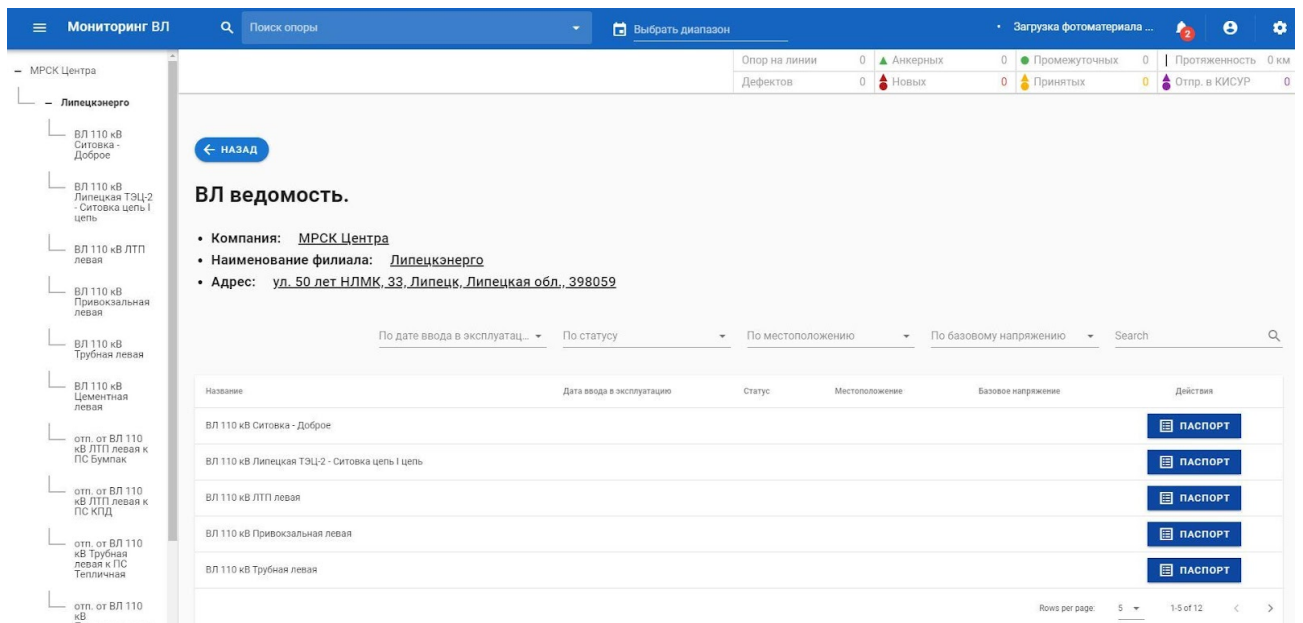

Рисунок 3 Ведомость ВЛ филиала
- Необходимо нажать на кнопку «ВЛ ВЕДОМОСТЬ» в соответствующей строке списка филиалов для отображения в основном окне перечня ВЛ данного филиала (Рисунок 3). В интерфейсе предусмотрен поиск и фильтрация ВЛ по заданным критериям: дате ввода в эксплуатацию, статусу, местоположению и базовому напряжению;